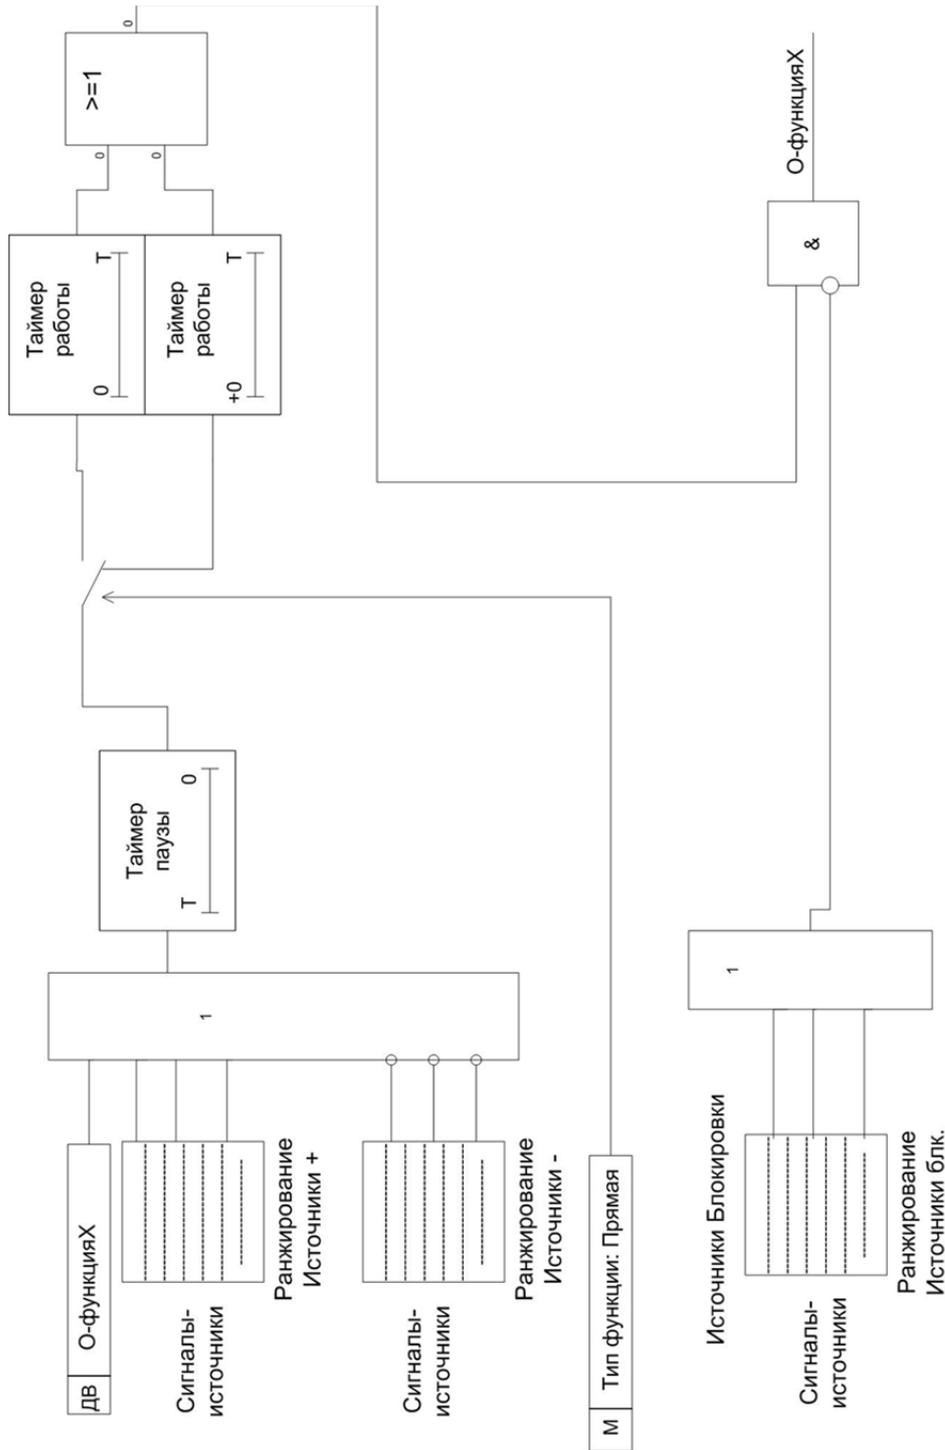

Рис. 3.19 Определяемая функция
3.14.3 Предусмотрена возможность работы определяемых функций как от прямых команд-источников ("Источники+" на рис. 3.19), так и от инверсных ("Источники-" на рис. 3.19).
3.14.4 Предусмотрена возможность выбора команд-источников блокировки работы определяемых функций ("Источники блк." на рис. 3.19).
3.14.8 Функциональная схема работы определяемой функции показана на рис. 3.19. На функциональной схеме присутствуют следующие обозначения: